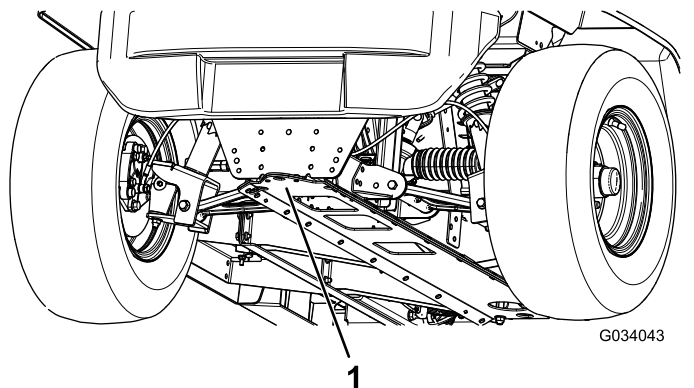

Figura 24
- Punctul de ridicare din partea din față a mainii este situat sub partea din față a cadrului, în spatele cârligului de tractare (Figura 24).